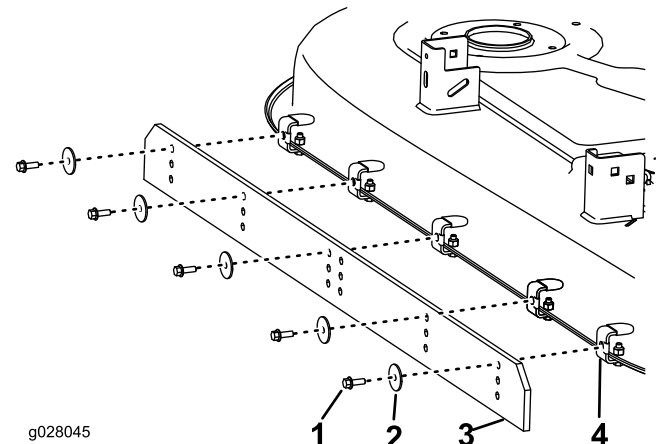

Bild 3
4. Befestigen Sie den Abstreifer an den Halterungen (Bild 3).